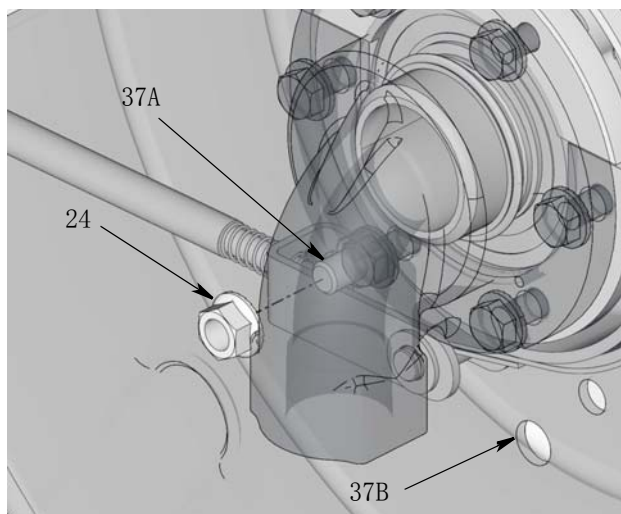

FIG. 31: 37A 显示了新的锚销 (37) 位置。37B 显示了之前的锚销 (37) 位置。
16. 在框架上安装锚销 (37) (FIG. 31)。在锚销 (37) 上重新安装螺母 (24)，并拧紧 (FIG. 31)。